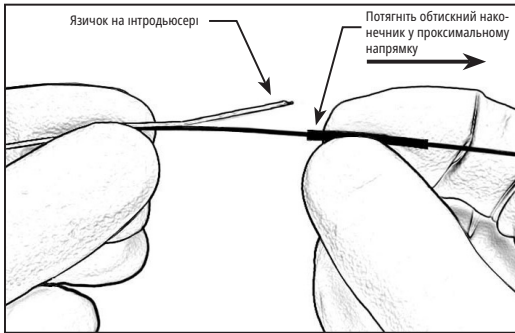

Рисунок 3 — Потягніть обтискний наконечник у проксимальному напрямку
17. Тримайте виріб дистальніше обтискного наконечника і потягніть обтискний наконечник у проксимальному напрямку, щоб вивільнити язичок на інтродьюсері. Див. Рисунок 3.